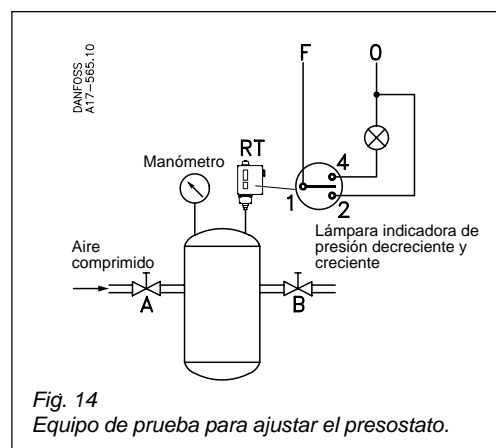

Fig. 14
En este caso, la bomba debe ser regulada para valores superiores e inferiores de 32 y 35 m de agua. El RT 200L debe ser ajustado mediante la utilización del mando ajuste (5) fig. 8, en 3,5 bar (35 m de agua) menos el diferencial fijo de 0,2 bar. El ajuste de rango es $3,5 - 0,2 = 3,3$ bar. La zona neutra, $35 - 32 = 3$ m de agua, que corresponde a 0,3 bar, debe ser ajustada en el disco de zona neutra (40) fig. 8, pág. 11. De acuerdo con el diagrama de la figura 10, el disco se ajusta en 1 o un poco más. Un ajuste más preciso puede obtenerse utilizando el equipo de prueba ilustrado en la fig. 14.